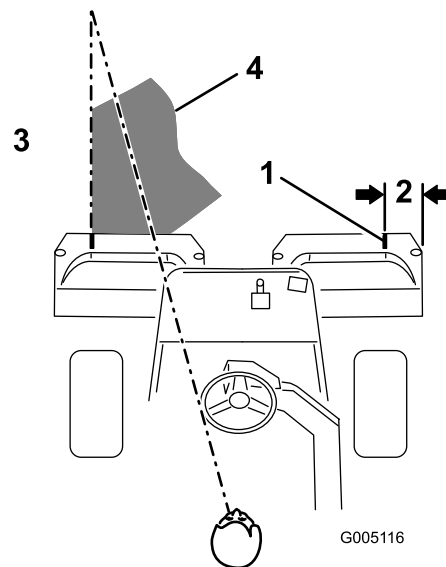

Bild 28
**Hinweis:** Damit Sie in einer möglichst geraden Linie über die Grüns fahren und einen gleichmäßigen Abstand zum zuvor gemähten Bereich einhalten, sollten Sie sich eine imaginäre Sichtlinie ungefähr 1,8 m bis 3 m vor der Maschine bis zum Rand des noch ungemähten Teil des Grüns vorstellen (Bild 28).